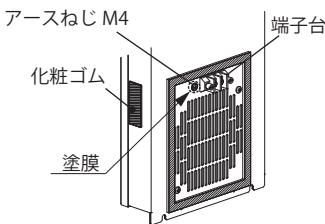

図 7 電源端子台の位置変更②
- 端子台、アースねじをボデー裏面に、化粧ゴムをボデー側面に取付けてください。(P.6 図7)